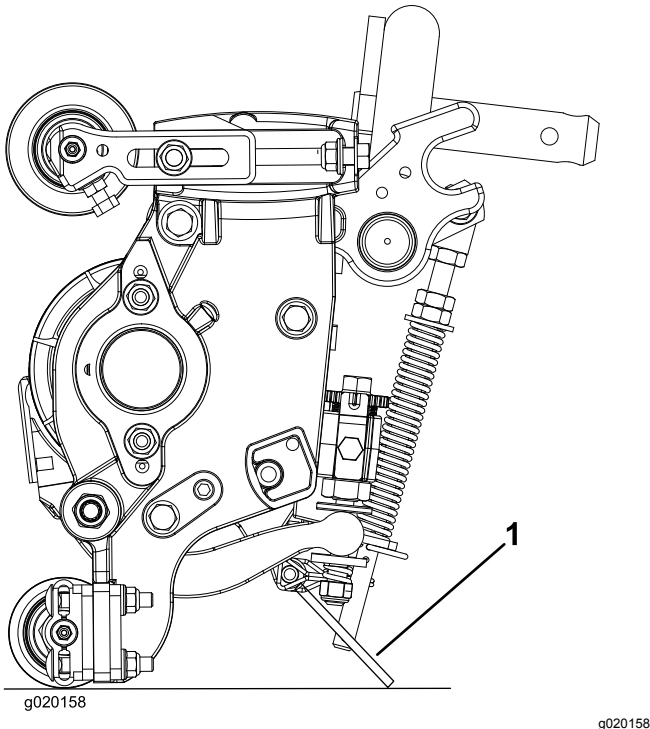

**Figura 8**
1. Coloque a unidade de corte numa superfície de trabalho plana e nivelada. Rode os parafusos de ajuste da barra de apoio no sentido contrário ao dos ponteiros do relógio para assegurar que a barra de apoio não entra em contacto com o cilindro (Figura 8).